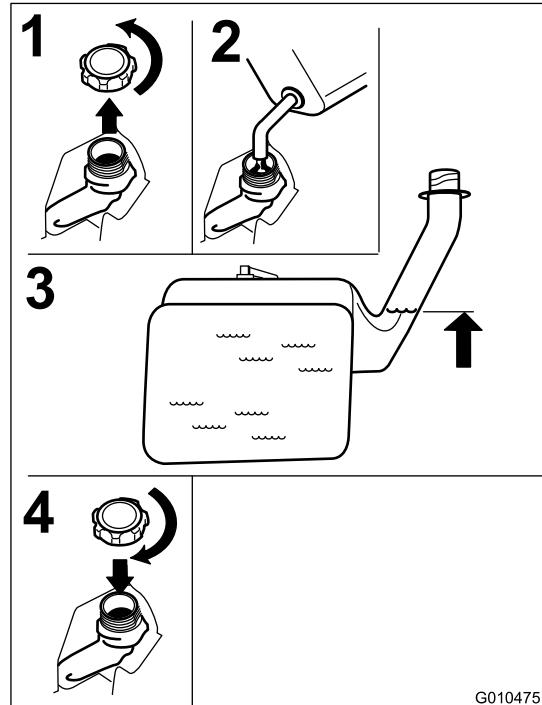

Figura 12
2. Añada gasolina sin plomo lentamente hasta que el combustible llegue a la base del cuello de llenado Figura 12.